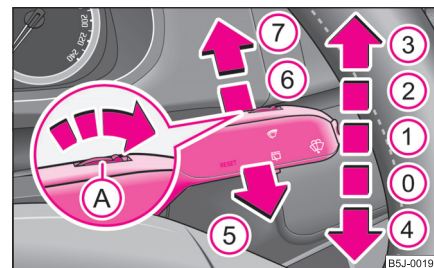

Fig. 45 Maneta de acționare a ștergătoarelor de parbriz
Maneta de acționare a ștergătoarelor ⇒ fig. 45 are următoarele poziții:
- Apăsați maneta înspre bord, în poziția **6** ⇒ pagina 53, fig. 45, ștergătorul va acționa la fiecare 6 secunde.
Pentru spălarea farurilor, după fiecare a cincea spălare a parbrizului se vor spăla și farurile; pentru aceasta farurile trebuie să fie aprinse și maneta de acționare a ștergătoarelor de parbriz trebuie să fie menținută cca. 1 secundă în poziția **5** ⇒ pagina 53, fig. 45.